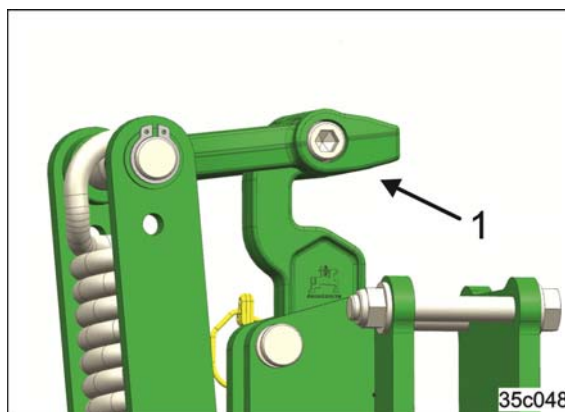

図 121
グリップ（図 121/1）により耕深を確実に設定できます。
2. トラクターのタイヤ跡消しをグリップで保持します（図 121/1）。